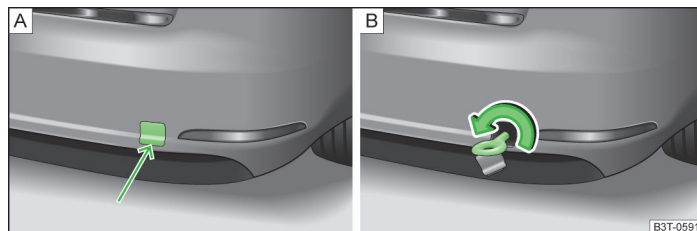

Abb. 191 Hinterer Stoßfänger: Ausbau der Abdeckkappe / Einbau der Abschleppöse
- Auf den unteren Bereich der Abdeckkappe im hinteren Stoßfänger drücken » Abb. 191 - **A** und diese herausnehmen.
- Die Abschleppöse nach links bis zum Anschlag einschrauben » Abb. 191 - **B** und diese so fest wie möglich anziehen. Für das Festziehen empfehlen wir, z. B. den Radschlüssel, die Abschleppöse eines anderen Fahrzeugs oder einen ähnlichen Gegenstand zu verwenden, der durch die Öse gesteckt werden kann.